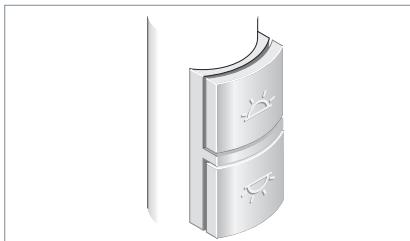

Fig. 12: Tasti.
- ▶ Premere il tasto superiore, vedi Fig. 12.
- ▶ Premere il tasto inferiore, vedi Fig. 12.
- ▶ Premere il tasto superiore e tenerlo premuto, vedi Fig. 12.
- ▶ Premere il tasto inferiore e tenerlo premuto, vedi Fig. 12.
- ▶ Tenere premuti contemporaneamente entrambi i tasti per 10 secondi, vedi Fig. 12.